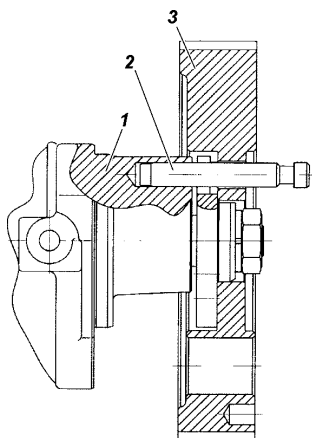

Рис. 9.37. Фиксация шкива ТНВД штифтом:
6. Зафиксировать шкив ТНВД с помощью штифта-центриратора ТНВД ЗМ 6999-4119, как показано на рис. 9.37, при необходимости совместив отверстие в корпусе ТНВД с пазом ступицы шкива ТНВД.